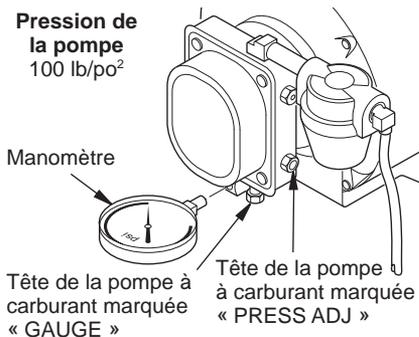

Figure 10 - Ajustement de la pression de la pompe
2. Installez le manomètre auxiliaire (numéro de pièce 110380-01) sur la tête de la pompe de carburant marquée « Gauge » (voir figure 10).